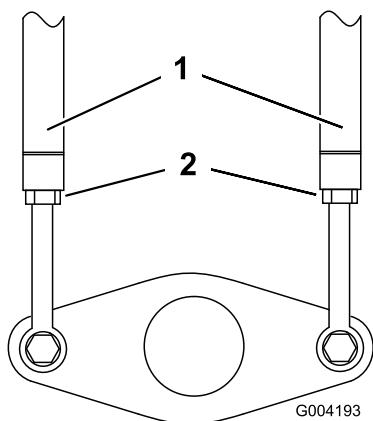

Figura 51
3. Afloje las contratueras de las varillas de tracción, debajo del panel de control (Figura 51).